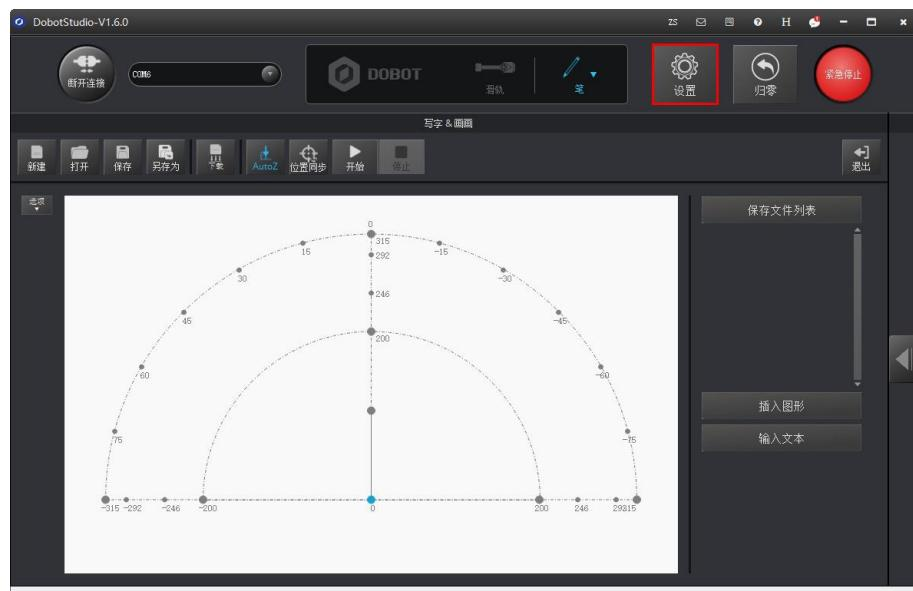

图 5.72 单击设置
1. 在“写字画画”界面 单击“设置”。如图 5.72所示。